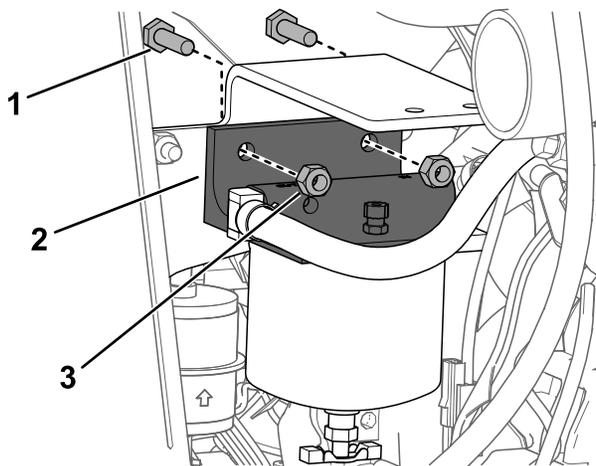
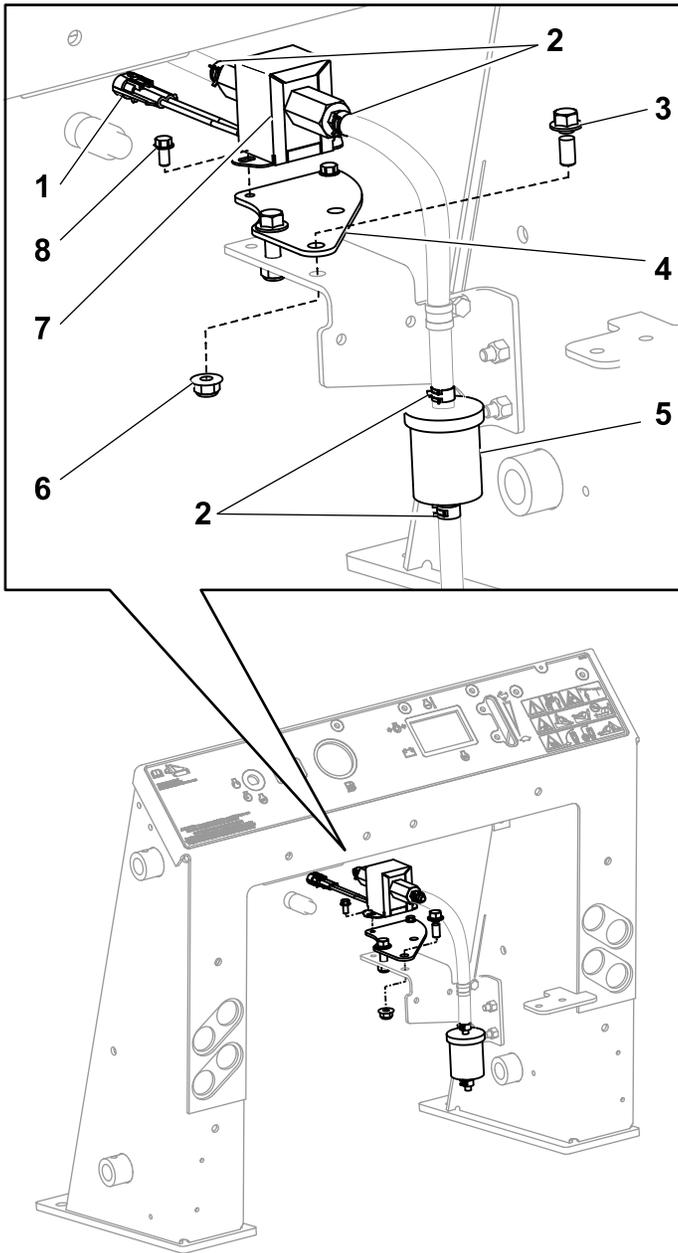

Figura 21
Figura 25
Utilizzate Figura 1, Figura 21 e Figura 25 per questa procedura.
8. Montate la nuova pompa del carburante alla staffa della pompa del carburante con 2 viti autofilettanti ($\frac{1}{4}$ " x $\frac{1}{2}$ ") come illustrato in Figura 25.
17. Montate il cestello del filtro carburante alla piastra come illustrato in Figura 21.